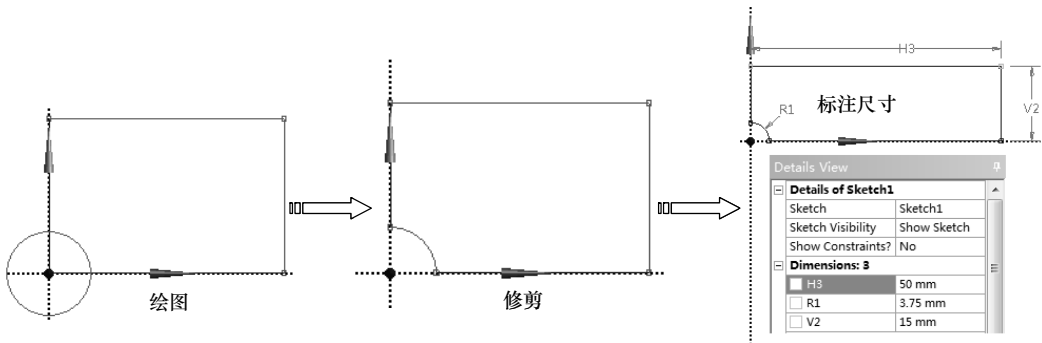

图 5-39 绘制草图
3) 单击【Draw】(草绘工具箱)中的【圆】、【直线】命令以及【Modify】(编辑工具箱)中的【修剪】命令，【Dimensions】(尺寸标注工具箱)中的【尺寸标注】命令，绘制如图 5-39 所示的草图。